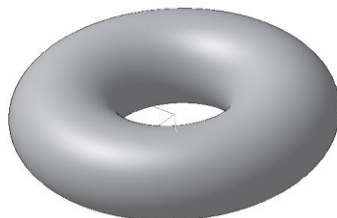

Рис. 12.6. Создание тор
- закончите построение аналогично предыдущим телам вращения (рис. 12.6).